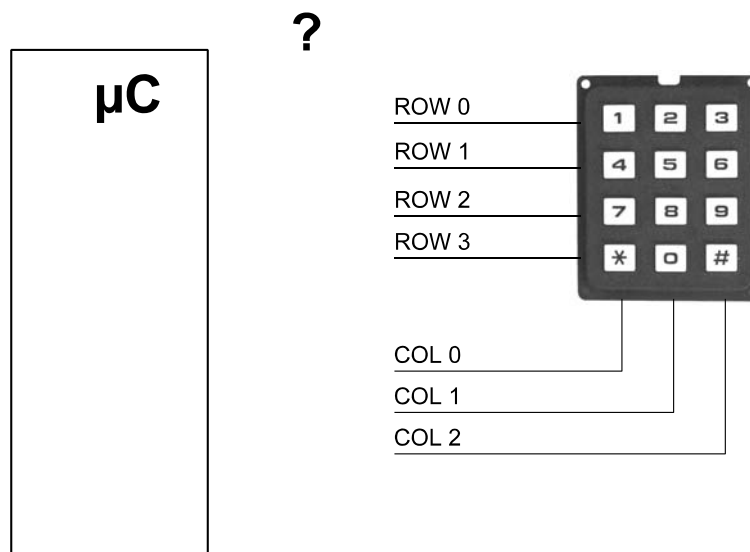

Abb. 1
1. Abb. 1 zeigt eine Tastenmatrix. Sie ist an einen Mikrocontroller anzuschließen und programmseitig abzufragen.